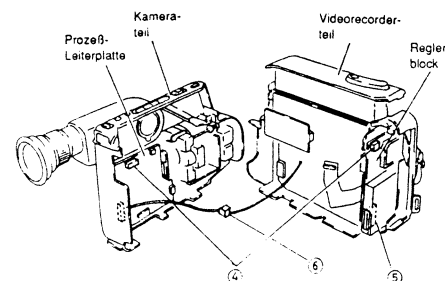

Abb. 2-13
- 4) Zwei (2) Stecker (CN15, CN903) auf dem Reglerblock und der Prozessor-Leiterplatte abtrennen (siehe Abb. 2-13).
- 5) Ein (1) Flachkabel (CN1216) von dem Reglerblock abtrennen.